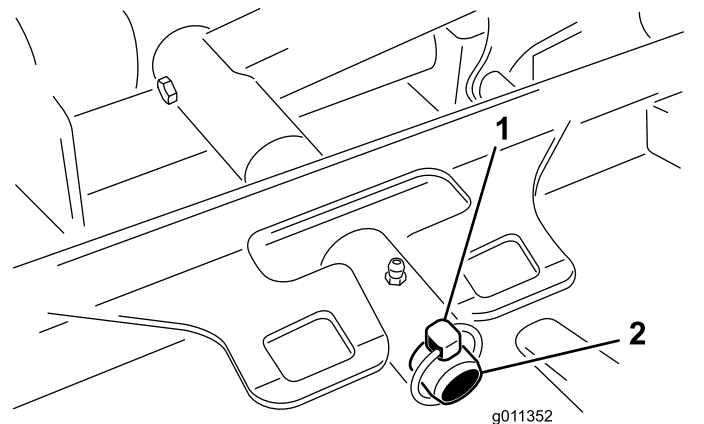

Bild 98
3. Entfernen Sie den Klappstecker (für Groundsmaster 4500-Maschinen) oder die Befestigungsmutter (für Groundsmaster 4700-Maschinen), mit dem bzw. der der Mähwerkträgerahmen am Lagerbolzen des Hubarms befestigt ist (**Bild 98**).
2. Schieben Sie den Trägerrahmen des Mähwerks auf den Lagerbolzen des Hubarms (Bild 98). Befestigen Sie das Mähwerk mit dem Klappstecker (für Groundsmaster 4500-Maschinen) oder der Befestigungsmutter (für Groundsmaster 4700-Maschinen) am Lagerbolzen.